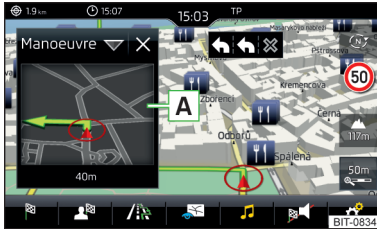

Abb. 205
Das Infotainment bietet die Möglichkeit an, im Zusatzfenster **Position** » Abb. 205 auf Seite 185 die folgenden Informationen zur aktuellen geografischen Fahrzeugposition sowie zum Satellitensignal anzuzeigen.
- Zur **Auswahl des Inhalts** des Zusatzfensters **A** » **Abb. 205** die Funktionsfläche antippen und kontextabhängig eines der folgenden Menüs wählen.